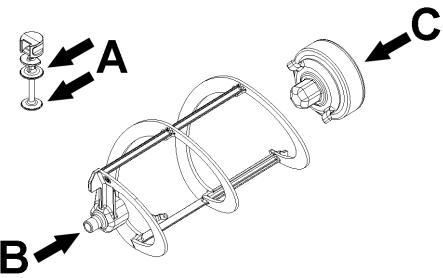
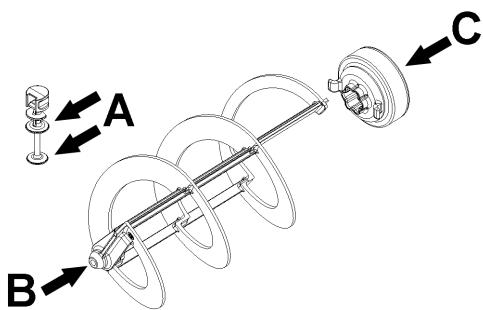

figure 9
figure 10
- 2 Lubrifier le piston du robinet, le joint hexagonal et le mélangeur aux points indiqués dans la (voir figure 9) (B-Frozen 6) o (voir figure 10) (B-Frozen 10). Utiliser uniquement la graisse fournie avec la machine ou une autre graisse prévue
3 Remettre le robinet en place sur le bac en effectuant les opérations de la (voir figure 9) (voir figure 10) en sens inverse.